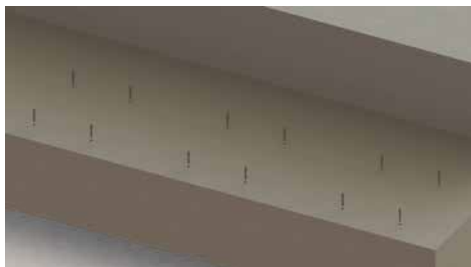

Figura 3 – Furação e buchas
3. Com uma broca de diâmetro Ø8mm faça as furações. Insira uma bucha Ø8mm em cada furo, conforme Figura 3.